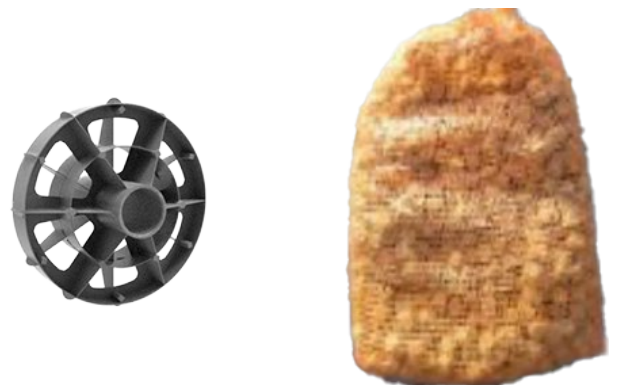
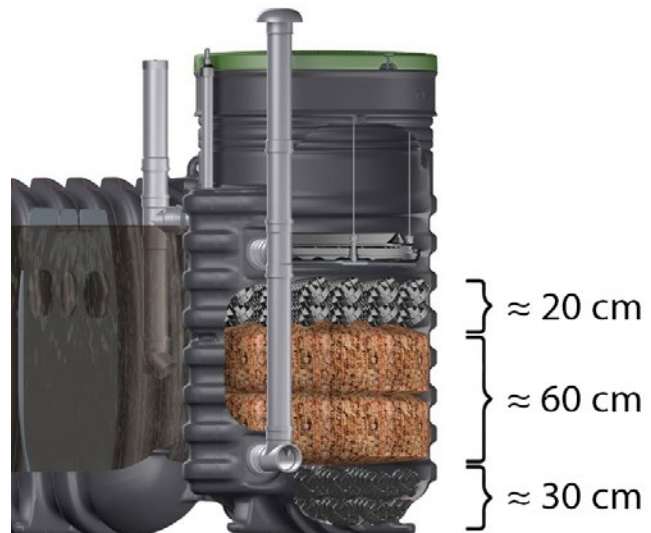

Fig. 6: Medios de tratamiento: anillos Pall (capa superior e inferior, bolsa de medios GRAFROCK (capa intermedia))
Fig. 7: Medios de tratamiento del sistema de biofiltración: anillos Pall (capa superior e inferior de anillos Pall, capa intermedia de medios GRAFROCK)
El sistema de biofiltración está compuesto por 3 capas (ver Fig. 6 y Fig. 7). Por lo general, los deterioros son ya apreciables en la capa superior, por lo que en la mayoría de los casos únicamente hay que comprobar esta capa.
Los medios de tratamiento del sistema de biofiltración están situados bajo el sistema de distribución en la unidad de tratamiento. El sistema de biofiltración está compuesto por 3 capas (ver Fig. 7).
6. Apilar los medios de tratamiento como se muestra en la *Fig. 7*. Respetar las cantidades y espesores de capa de la *Tab. 7*.
- ① Utilizar únicamente bolsas de medios GRAFROCK originales nuevas.
- ① Apilar cada capa de medios de modo que toda la sección transversal de la unidad de tratamiento se rellene sin huecos y se obtenga una superficie de capa plana.